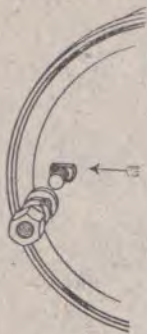

Fig. 4
b) Desserrer les écrous de fixation de point fixe jusqu'à ce qu'ils quittent le contact avec les rondelles élastiques (le point fixe est monté dans une boutonnière permettant un léger déplacement radial sur le plateau) (fig. 4).